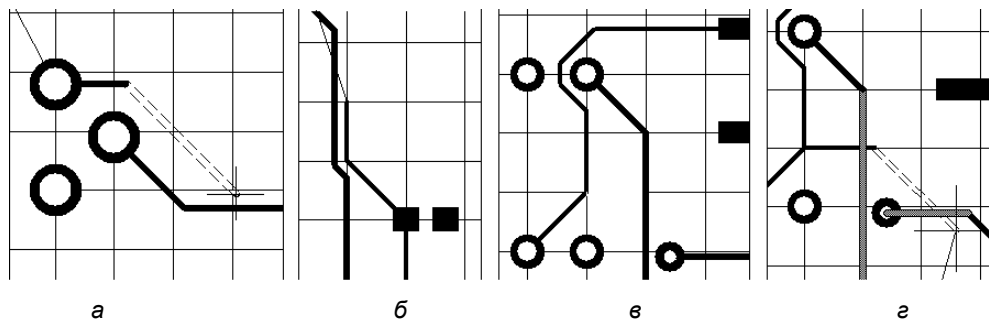

Рис. 6.5. Варианты разрешения конфликтов:
1. **Stop at First Conflicting Object** — остановиться у первого конфликтующего объекта. Этот способ установлен в настройках правил по умолчанию и называется в англоязычной лексике САПР *slam'n'jam* — "захлопываться и сжиматься". Печатный проводник останавливается перед препятствием — проводником или контактной площадкой, принадлежащими другой цепи, с соблюдением зазора, установленного правилами (рис. 6.5, а).
2. **Push Conflicting Objects** — расталкивать конфликтующие объекты. Этот вариант разрешения конфликтов называется *push'n'shove* — "отталкивать и пробиваться". Он доступен только в стандартной интерактивной трассировке. Мешающие проводники деформируются так, чтобы обеспечивался установленный правилами зазор между ними и новой трассой (рис. 6.5, б).
3. **Walk around Objects** — обходить вокруг объектов, мешающих трассе (рис. 6.5, *в*). Данный вариант разрешения конфликтов доступен только в "острой" (Smart) интерактивной трассировке. Если препятствие невозможно обойти, программа возвращается к первому варианту — остановке перед препятствием.
4. **Ignore Obstacles** — игнорировать препятствия. Нарушения правил отмечаются цветовой подсветкой, но новую трассу можно провести поверх препятствий (рис. 6.5, *г*).